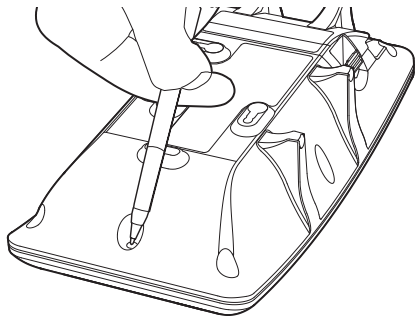

Abb. 5
2. Betätigen Sie kurz die Einlerntaste, die sich in einem runden Loch auf der Rückseite der Tiefton-Sirene befindet, indem Sie einen Stift oder ähnliches verwenden (Abb. 5).
1. Drücken Sie kurz und lösen Sie die Einlertaste, die sich in einer kreisrunden Öffnung im hinteren Teil der Tiefton-Sirene befindet, indem Sie einen Stift oder etwas Ähnliches verwenden (Abb. 5). Die zwei roten Alarm-LEDs an der Vorderseite der Tiefton-Sirene leuchten, wenn Sie die Taste drücken.